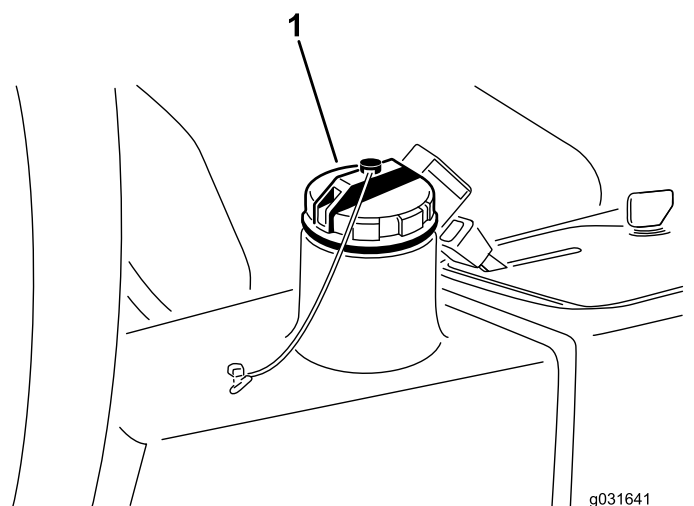

図 64
- 油圧オイルタンクの注油口とキャップの周辺をきれいに拭く 図 64。
- オイルタンクのキャップを取る 図 64。